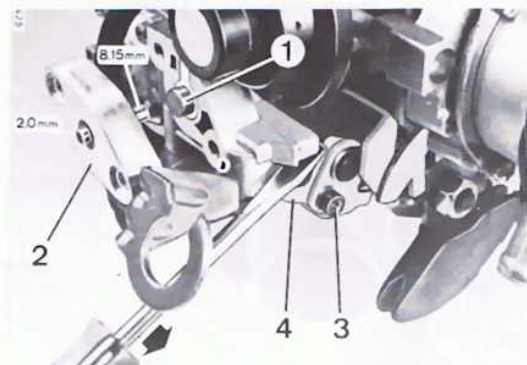

Bild 23
2.1 Warmlaufkurve, Ausregelposition (Bild 23, 24)